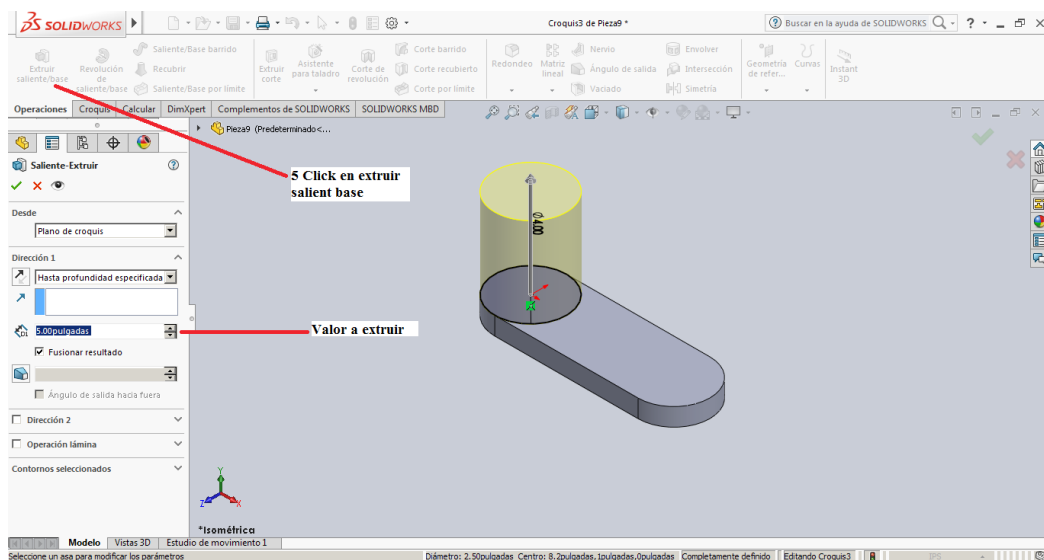

Figura 3-37
5. A partir de los croquis obtenidos sobre la cara superior se procede a seleccionar la pestaña operaciones y realizar click sobre la herramienta **Extruir Saliente Base** para este caso se selecciona el circulo creado y se realiza una extrusión por un valor de 5 Pulgadas, en la figura 3-37 se muestra el resultado del procedimiento.